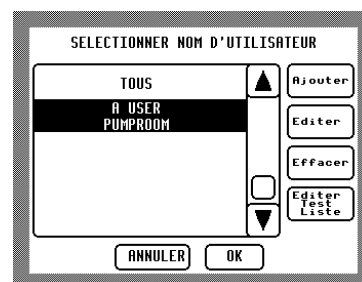

Fig 20 - Ecran Editer liste utilisateur
- Appuyez sur **Systeme** ... **Editer Utili. Liste**. La liste des utilisateurs apparaît dans la case de défilement – voir Fig 20 :
- Appuyez sur **Systeme** ... **Editer Utili. Liste**. La liste des utilisateurs apparaît dans la case de défilement (Voir Fig 20).